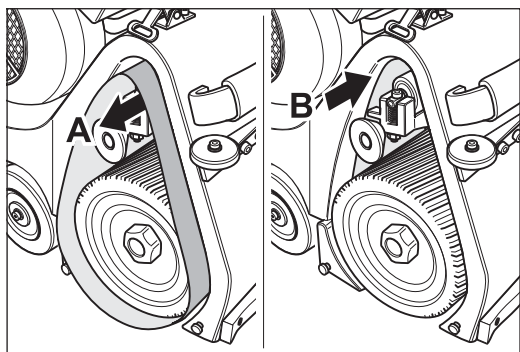

Abb. 41 Verläuft das Schleifband in Richtung **A** oder **B**, muss der Schleifbandlauf eingestellt werden.
- 5 Wenn das Schleifband entweder nach vorne (Richtung **A** in Abb. 41) oder nach hinten (Richtung **B** in Abb. 41) verläuft, ist eine Nachjustierung des Aggregats notwendig (➔ *Abschnitt 7.3.2, Einstellung des Schleifbandlaufs*). Wenn das Schleifband nicht auf der Spannwalze verläuft, bringen Sie das Abdeckblech wieder an.
Verläuft das Schleifband (Richtung **A** oder **B** in Abb. 41), muss es umgedreht werden und ein nochmaliger Testlauf erfolgen.
Läuft das Schleifband nach vorne (Richtung **A** in Abb. 41) und nach dem Umdrehen nach hinten (Richtung **B** in Abb. 41) oder umgekehrt, ist das Schleifband von schlechter Qualität und kann nicht verwendet werden (die Hülse ist konisch)!